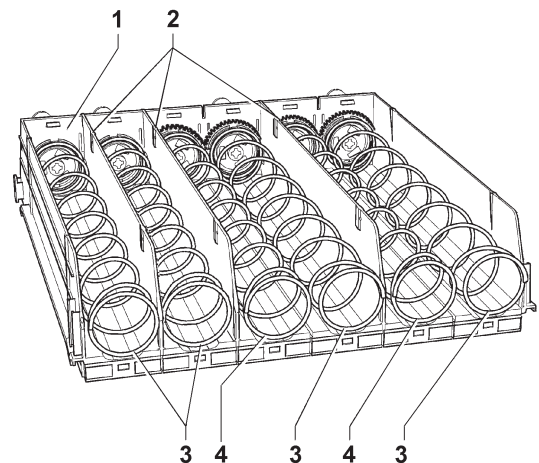

Fig. 25
- Desplazar las guías (ver la fig. 25) Colocadas sobre los soportes laterales exceptuando las primeras de abajo que quedan en la misma posición.